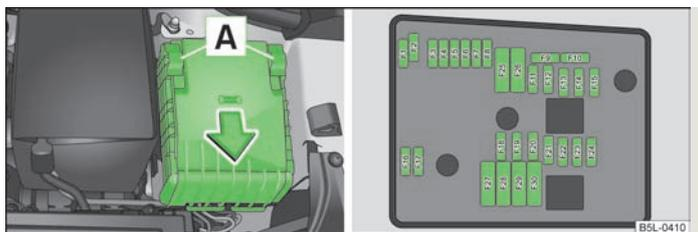

Fig. 168 Couverture de la boîte à fusibles dans le compartiment moteur/
- Pour retirer le couvercle de la boîte à fusibles, pousser l'étrier de sûreté **A** » fig. 168 vers l'avant jusqu'en butée. Ceci découvre le symbole derrière l'étrier. Retirez alors le cache.